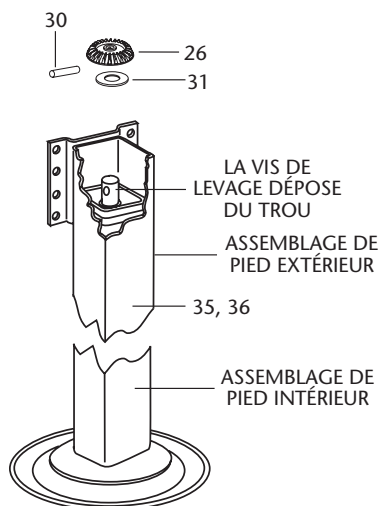

Figure 9
4. Placez l'ensemble de pied extérieur (**Article 35 ou 36**) sur l'ensemble de pied intérieur (**Article 27, 28 ou 29**) et appuyez jusqu'à ce que l'extrémité de la vis de levage dépasse du trou situé en haut du pied extérieur, comme illustré dans **Figure 9**.
6. Faites glisser l'engrenage conique (**Article 26**) sur la vis de levage et positionnez-le sur la goupille comme indiqué sur la **Figure 9**. Une fois correctement engagé, le haut de l'engrenage conique affleura approximativement le haut de la vis de levage.